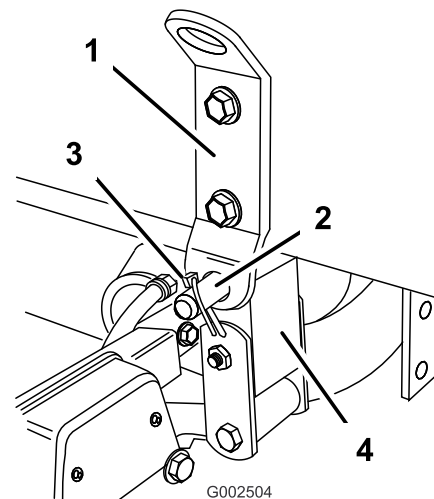

Figure 20
6. Alignez la patte de pivot à l'arrière de l'ensemble patin de cuve sur l'ouverture au bout du châssis du véhicule (Figure 20).
7. Placez un axe de chape (3/4 pouce) et deux goupilles à anneau sur la patte de pivot pour fixer l'ensemble cuve au châssis (Figure 20).
10. Vérifiez l'alignement du patin de la cuve et du châssis du véhicule. Le cas échéant, desserrez légèrement les boulons qui fixent la patte de pivot au patin de la cuve (Figure 20). Relevez l'ensemble cuve juste au-dessus du châssis du véhicule pour l'aligner et l'abaisser à la position correcte. Serrez les boulons sur la patte de pivot une fois que le patin de la cuve est aligné sur le châssis.